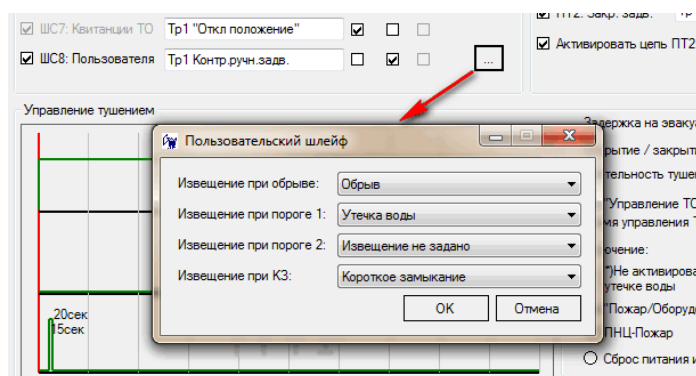

Рисунок 4.2
4.2.1.10 Настройка ШС8. Вход ШС8 в отличие от других шлейфов БУП является свободно программируемым. Для его порогов можно задать извещения в соответствии с протоколом оборудования «Посейдон-Н-Е» (см. рисунок 4.2). В данном примере ШС8 настроен для контроля ручного затвора перед узлом управления АУПТ (контролирует концевой выключатель открытого положения). При незакрытом положении ручного затвора формируется неисправность «Недостаточно ОТВ».